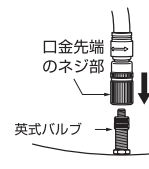

図13
- (2) 口金先端のネジ部をタイヤ・チューブのバルブにネジ込み、しっかりと接続します。(図13、14)
- (3) 空気を入れます。
- (4) 空気を入れ終わったら、口金先端のネジ部をゆるめ、バルブから口金を外します。